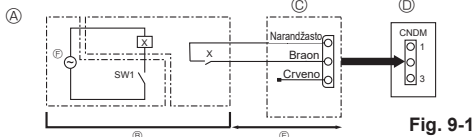

Fig. 9-1
9.1. Režim niskog nivoa buke (izmena na mestu ugradnje) (Fig. 9-1)